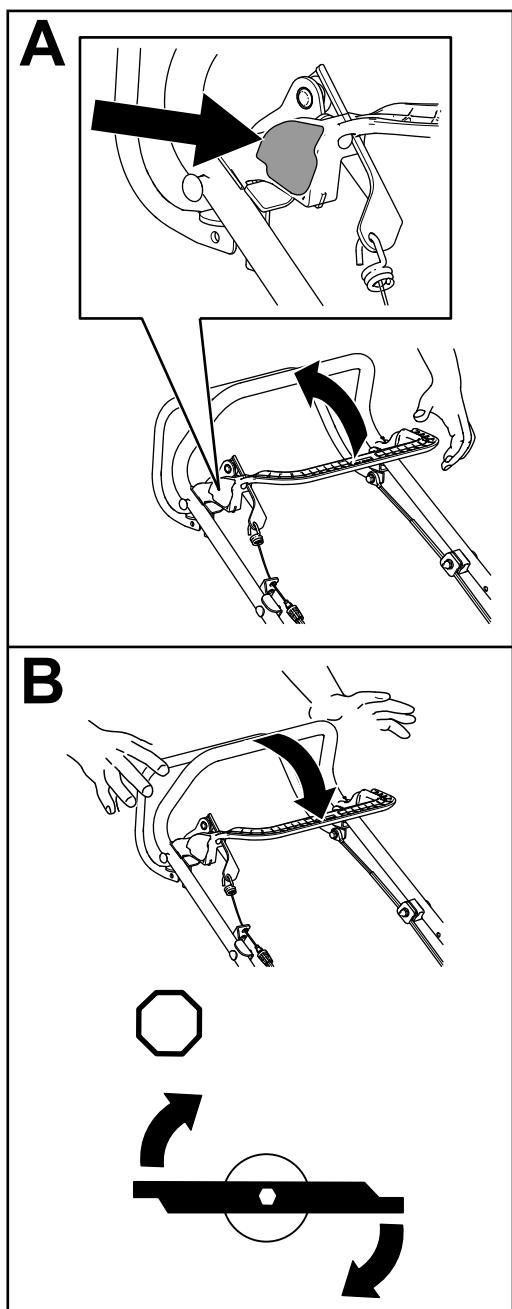

Figura 19
1. Premete e tenete premuto il pulsante di blocco del comando delle lame per poter utilizzare la stegola di comando delle lame (A di Figura 19).
2. Tenendo premuto il pulsante, tirate la stegola di comando delle lame verso la maniglia; la lama dovrebbe innestarsi (A di Figura 19).
3. Rilasciate la stegola di comando delle lame per disinnestare la lama (B della Figura 19). Viene resettato il pulsante di blocco del comando delle lame.